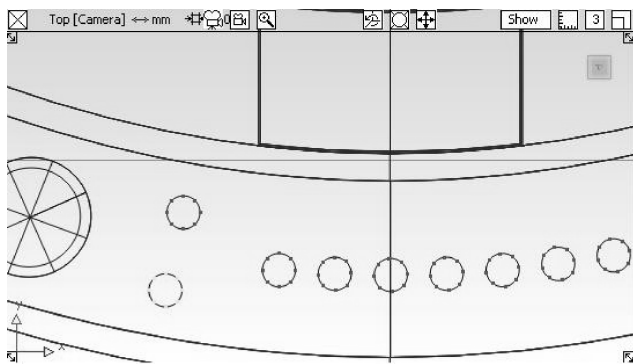

图 5-90 复制并移动圆形曲线
- 37 执行标记菜单中【Pick nothing】命令，取消选择。在【Top】正交视窗中，选择【Pick object】工具，选取刚刚创建曲线中的其中一条。在菜单栏中执行【Edit】|【Copy】命令，然后在菜单栏中执行【Edit】|【Paste】命令两次，复制两条圆形曲线。选择【Move】工具，依次移动复制的两条曲线到如图 5-90 所示的位置。